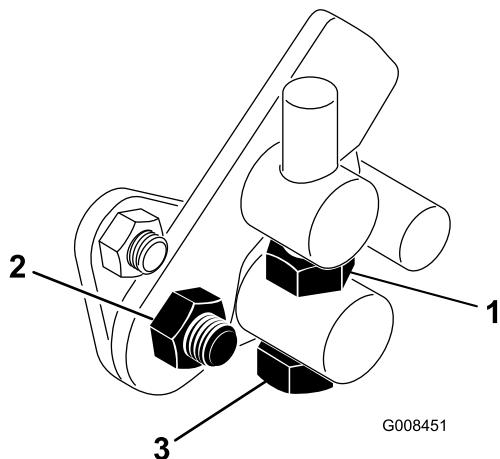

Figura 51
1. Afloje la contratuerca del tornillo de caperuza del muñón (Figura 51).